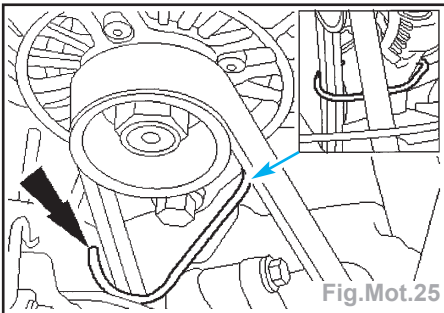

Fig.Mot.25
- Poser l'outil de guidage de courroie (fourni dans le kit de pièces) sur la courroie d'entraînement des accessoires (illustrée vue de dessus pour plus de clarté) (Fig.Mot.25).